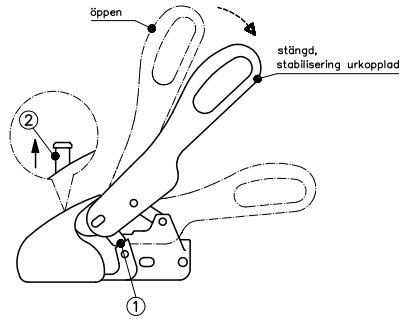

Bild 4 : Påkoppling
Använd handtagen på släpvagnen för rangering och inte WS 3000/3500's manöverspak. Den öppna kulkopplingen läggs på dragfordonets dragkula (bild 4). Genom kultrycket och en eventuell extra belastning av dragstängens, läses kulkopplingen automatiskt och säkringskenorna (1) på sidorna står parallellt med kopplingshusets säkringsytorna (bild 4). Om dragkulan är i kopplingshusets syns kontrollindikatorns (2) gröna stift (bild 4).
Vid längre driftuppehåll bör släpvagnen parkeras med låst kulkoppling. Lyft för detta det öppna manöverhandtaget (bild 4) och dra samtidigt kulskålen (rörlig del – bild 8) framåt eller tryck in **SAFETY BALL** i kulskålen och stäng manöverspaken långsamt.